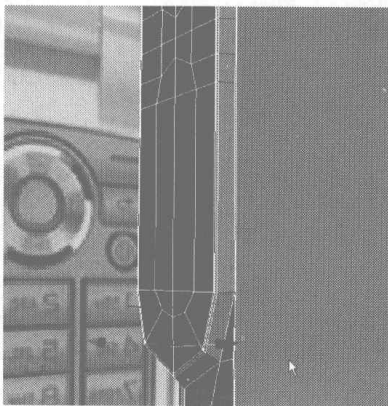
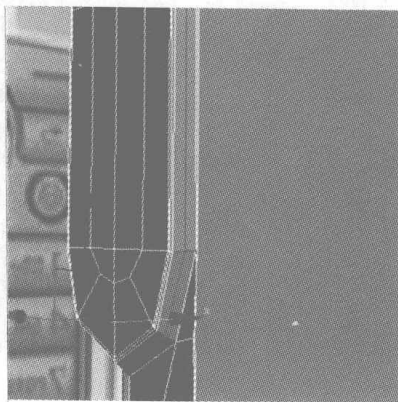

图 4.432
图 4.433
- 16** 选择如图 4.432 所示的循环曲线，用 Connect 命令添加一条如图 4.433 所示的细分线，调整后对其